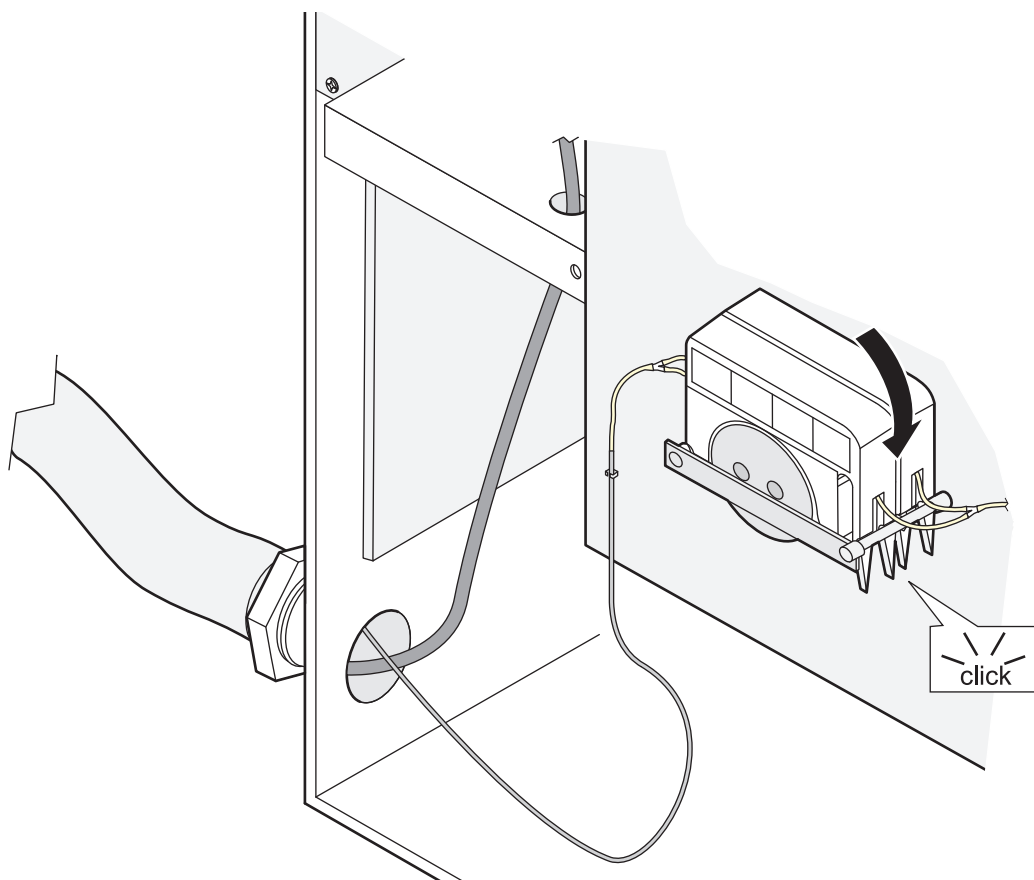

Abbildung 11 Pumpenkassette einklinken
1. Stellen Sie sicher, dass die Pumpenkassette korrekt in der Steuereinheit eingeklinkt ist (siehe Abbildung 11 Pumpenkassette einklinken auf Seite 19).